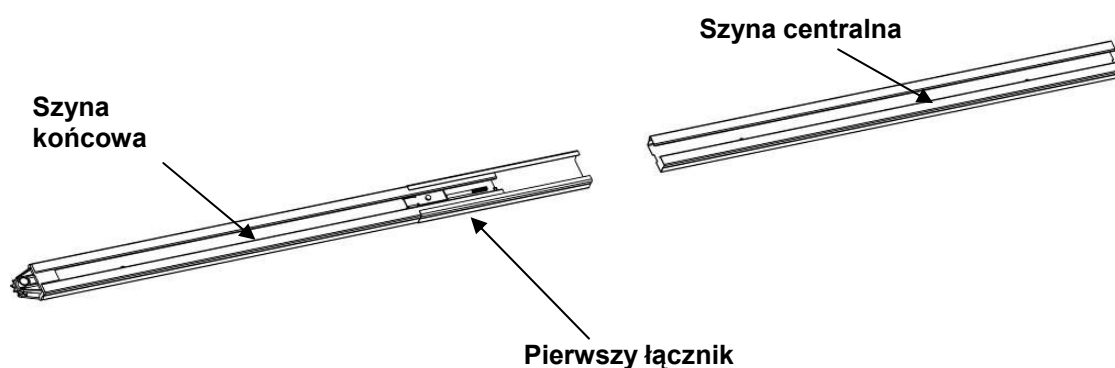

FIG. 5
- Jak przedstawiono to na Fig. 5, przesunąć szynę końcową i centralną w pierwszym łączniku.